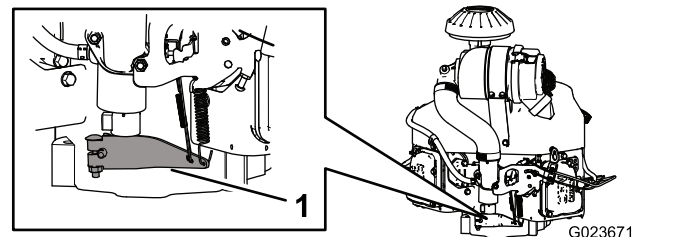

Bild 66
- Drücken Sie das gefederte Ende des Drehzahlreglerarms nach unten (Bild 66).